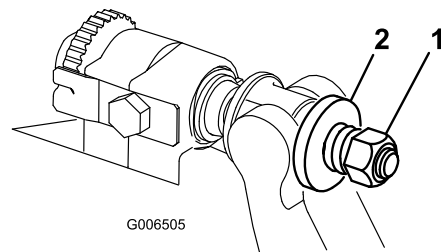

Bild 22
6. Ziehen Sie die Federspannungsmutter an, bis die Feder zusammengedrückt ist, drehen Sie sie dann eine 1/2 Umdrehung heraus (Bild 22).